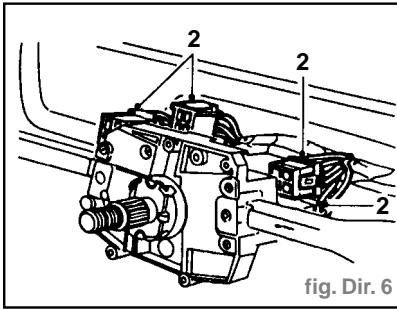

fig. Dir. 6
- Débrancher les 4 fiches multibroches (2) du groupe de commutateurs (Fig. Dir. 6).